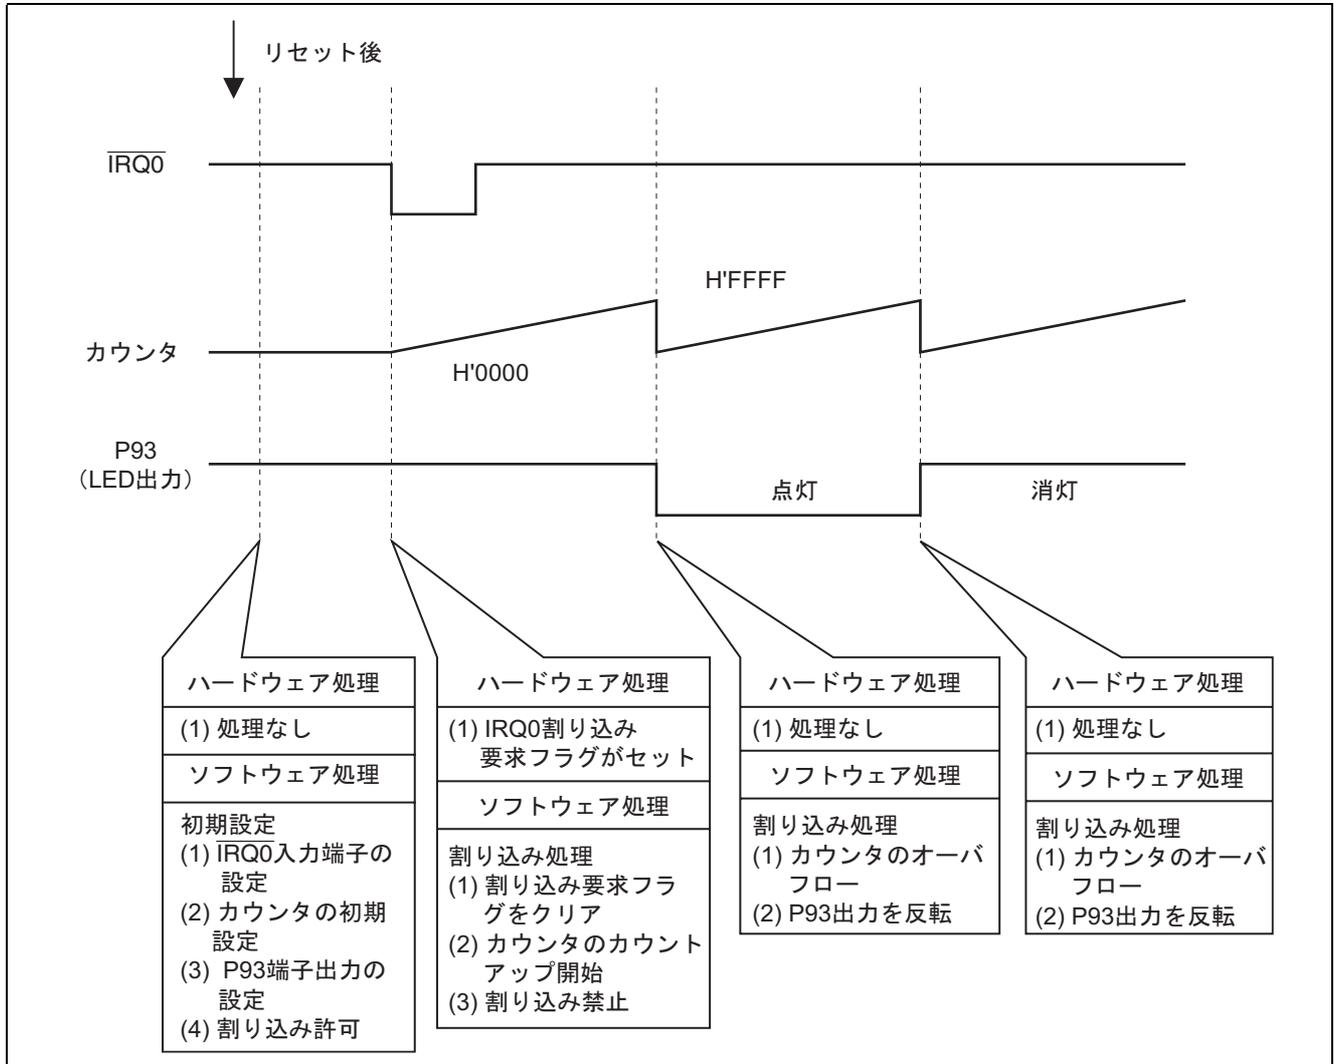

図 3 動作説明
- 図 3 に動作説明を示します。図 3 に示すようなハードウェア、ソフトウェア処理により、IRQ 割り込みによるカウンタのカウントアップ行います。